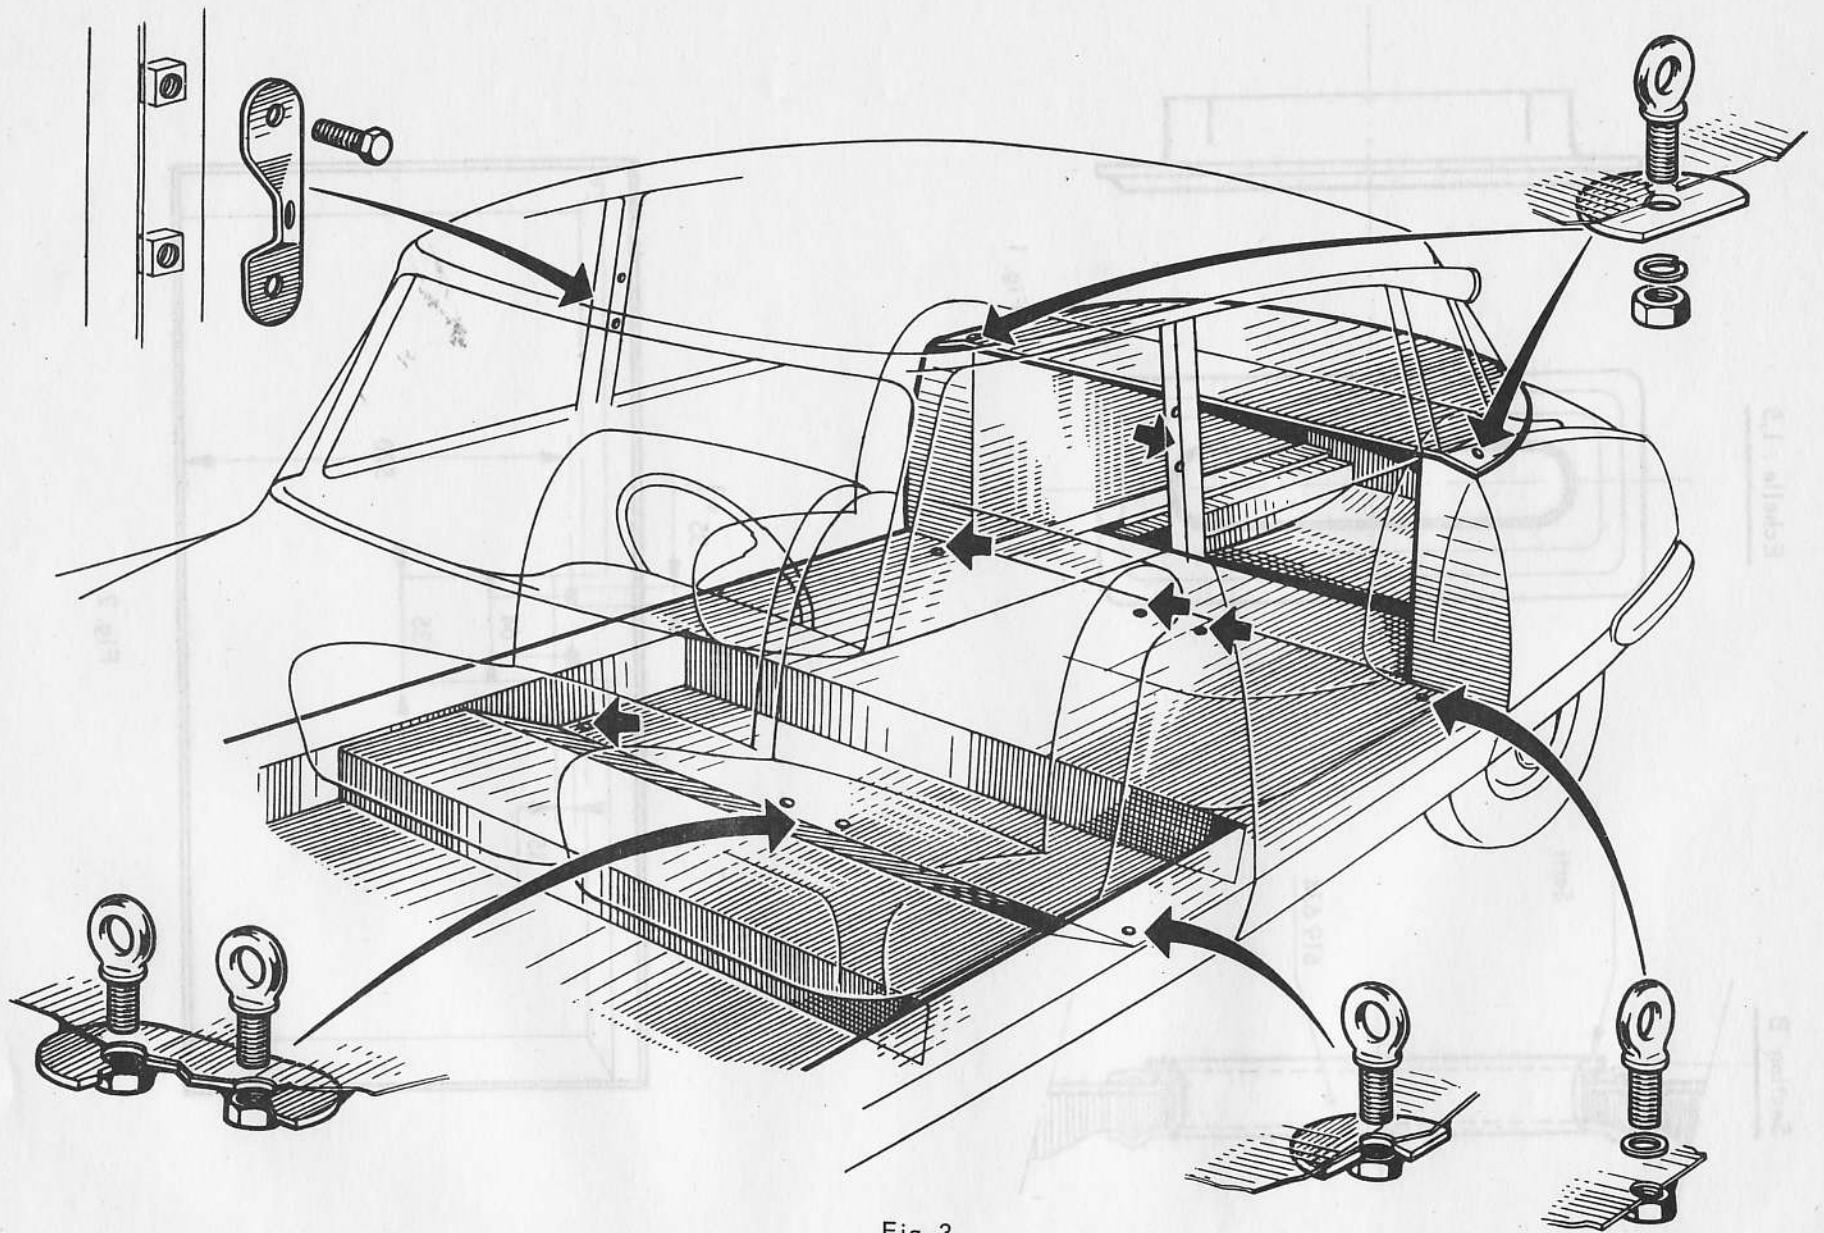

Fig. 3
- 11°) Positionner les 4 anneaux d'accrochage de ceintures AV. comme indiqué fig. 3. Ils doivent être serrés dans cette position. Au besoin, intercaler une rondelle plate d'épaisseur appropriée pour obtenir ce résultat.
- 12°) Visser les 4 anneaux d'accrochage sur plancher des ceintures AR., les positionner comme indiqué fig. 3. Ils doivent être serrés dans cette position. Au besoin intercaler une rondelle plate d'épaisseur appropriée pour obtenir ce résultat.
- 13°) Présenter les anneaux latéraux sur la tablette AR., en respectant la position indiquée fig. 3. Dans les passages de roues, placer les rondelles de renfort et les rondelles crantées. Bloquer les écrous. Enduire les ensembles rondelle-écrou d'un produit, genre bitumastic, pour assurer l'étanchéité.